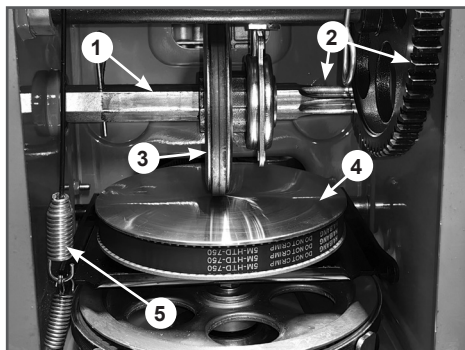

Рис. 31. Обслуживание трансмиссии
ронные звуки, а регулировка длины троса включения привода хода не позволяет устранить проблему, возможно, фрикционное колесо 3 (Рис. 31) полностью изношено и его необходимо заменить.
4. Проверьте состояние фрикционного колеса 3 (Рис. 31). Если высота резинового кольца относительно фрикционного колеса 2 мм и менее, если на резиновом кольце имеются повреждения и разрывы, фрикционное колесо необходимо заменить.
6. Нанесите универсальную низкотемпературную смазку CHAMPION EP-0 тонким слоем на шестигранный вал 1 фрикционного колеса и зубья шестерен 2 (Рис. 31). Смазывать шестигранный вал фрикционного колеса и шестерни трансмиссии необходимо не реже одного раза в год.
Не допускайте попадания смазки на резиновое фрикционное колесо 3 и ведущий диск 4 (Рис. 31).
7. Проверьте регулировку троса включения привода хода. Нажмите рычаг включения привода хода. При полностью нажатом рычаге пружина 5 должна быть растянута на 0,5 - 1 см (Рис. 31). Отпустите рычаг включения привода хода. Между резиновым фрикционным колесом 3 и ведущим диском 4 должен быть зазор не менее 1 мм (Рис. 31);
- Проверьте положение фрикционного колеса 3 относительно ведущего диска 4 (Рис. 31). Плоскость вращения фрикционного колеса 3 должна находиться точно по центру (оси вращения) ведущего диска 4 (Рис. 31). Это необходимо для того, чтобы скорость движения снегоотбрасывателя была одинаковой на первой передней и первой задней передачах.